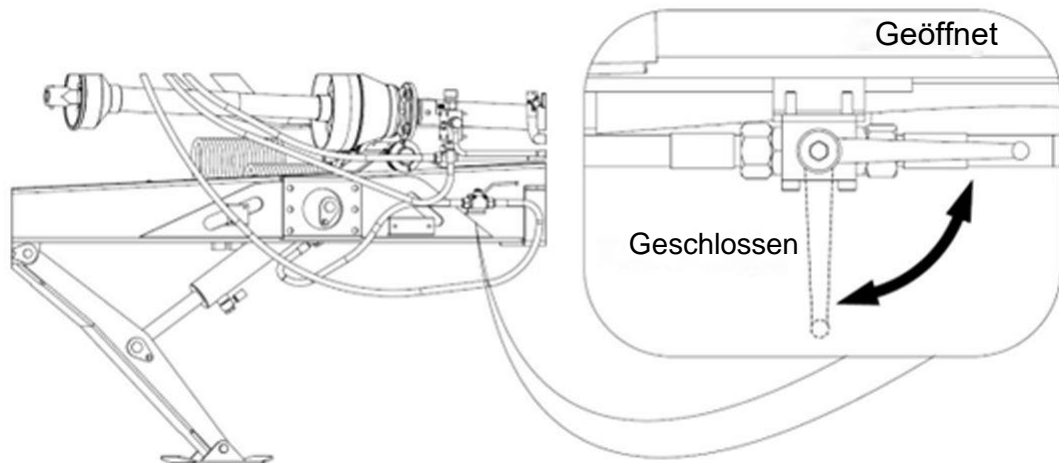

Abbildung 24. Hydraulikventil zur Steuerung (Absperrung) des Hydraulikstützfußes
- Falls der Anhänger mit einer hydraulischen Scherenstütze ausgestattet ist (Abb. 24), schließen Sie die Hydraulikleitungen der Stütze an die externen Hydraulikbuchsen des Schleppers an; öffnen Sie das hydraulische Verriegelungsventil der Stütze, das sich an der Deichsel befindet; heben oder senken Sie mit dem Hebel des Verteilers am Schlepper die Öse der Deichsel auf eine Höhe, die das Ankuppeln an die Kupplung des Schleppers ermöglicht.